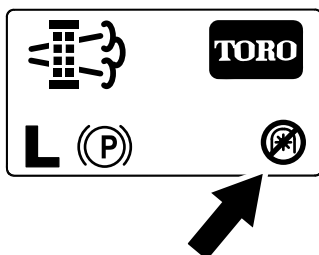

Figura 46
**Nota:** La pantalla de inicio muestra el icono de toma de fuerza desactivada (Figura 46).
**Nota:** La pantalla de inicio muestra el icono de toma de fuerza desactivada; consulte la Figura 46 en Mensajes de regeneración con la máquina aparcada \(página 43\).